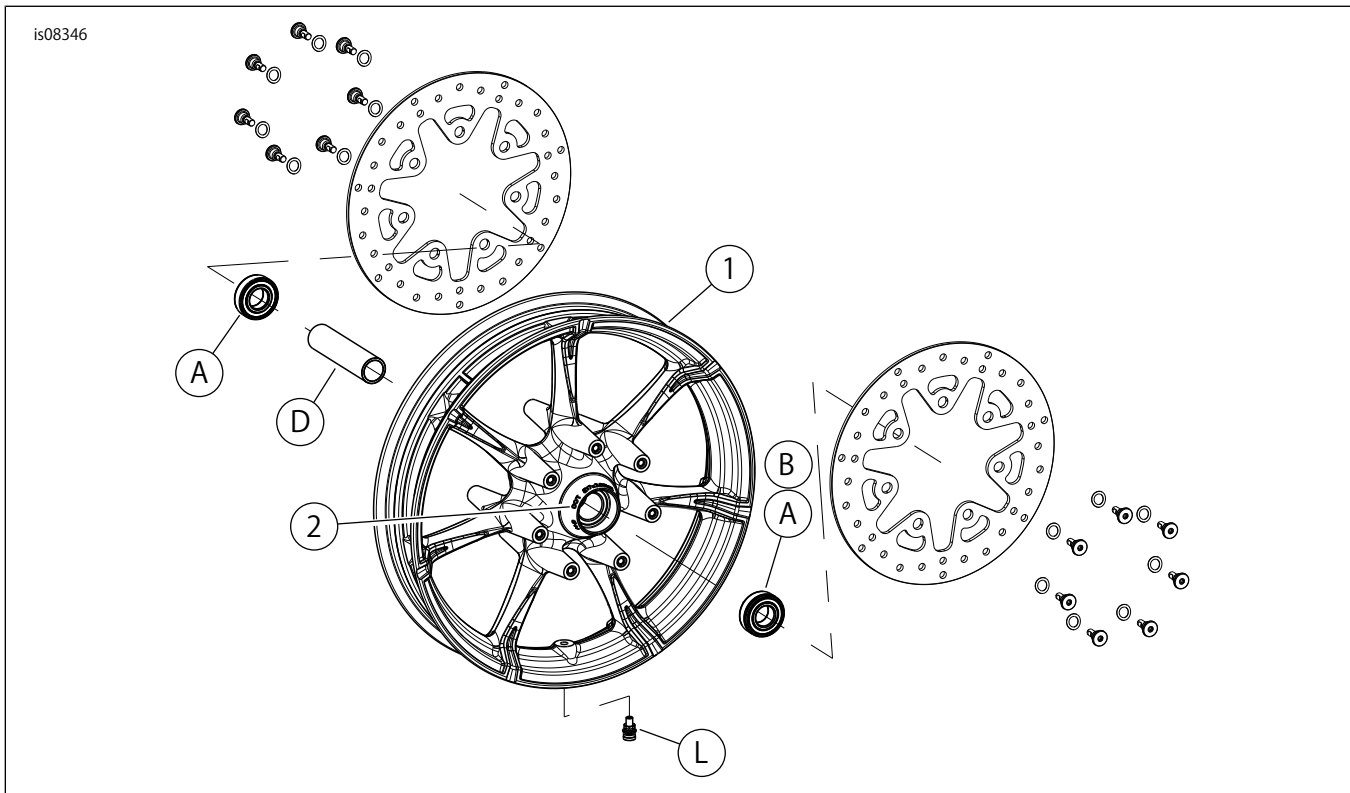

図1. 交換用パーツ: フロントスライサーホイール
「図1」および「交換用パーツ表」を参照してください。
2. 「図1」を参照してください。バルブシステムアッセンブリー (L) をホイールに取り付けます。サービスマニュアルを参照してください。